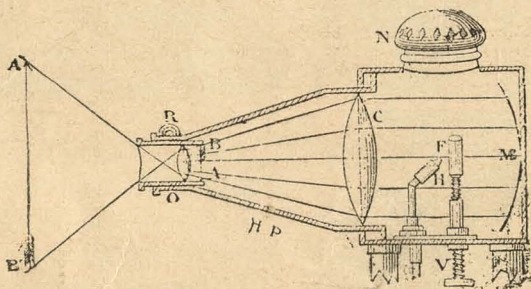

Fig. 143.—Aparato de proyección.
**4. Aparato de proyección.**—*El aparato de proyección* (fig. 143) tiene per objeto aumentar las imágenes y proyectarlas sobre una pantalla para hacerlas visibles á muchos observadores á la vez.